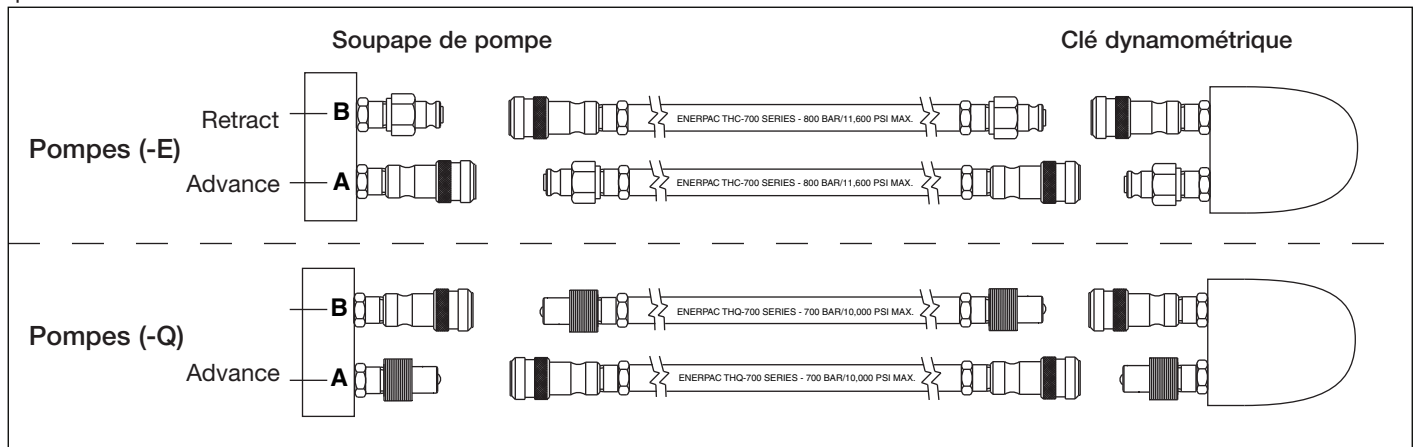

Figure 5, Détails du flexible
Brancher les flexibles comme décrit pour votre type de pompe (-E) ou (-Q). Se référer à la Figure 5.
2. Pompe de type (-Q) à utiliser avec des clés dynamométriques Enerpac S et W et d'autres marques : Utiliser les flexibles portant l'indication « Enerpac THQ-700 series - 700 bar/10,000 psi max. » Les raccords doivent être polarisés conformément à la Figure 5 pour un bon fonctionnement de la clé. Avant de faire fonctionner l'ensemble, s'assurer que les raccords soient entièrement engagés et serrés. Un engagement partiel du raccord empêchera le bon fonctionnement de la clé.